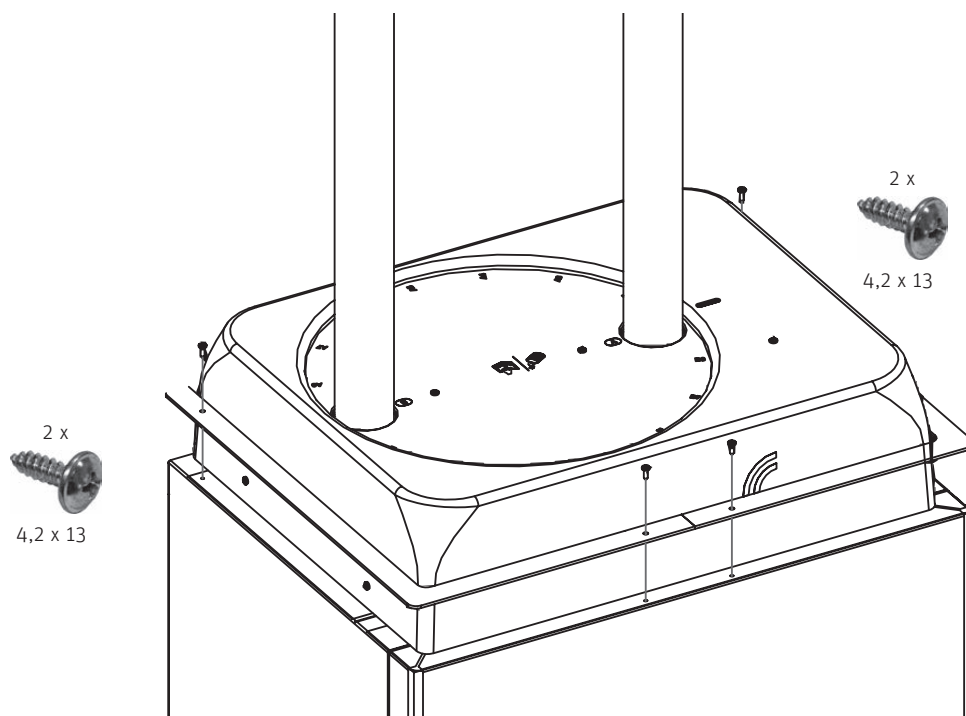

Fig. 34 Montage des couvre-joints
- Fixer les deux couvre-joints avec respectivement 2 vis à tête 4,2 x 13 – Fig. 34.